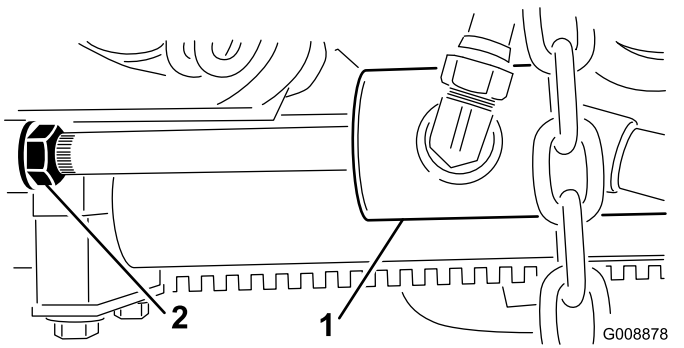

Bild 27
- Drehen Sie die die Klemmutter am Zylinder heraus (Bild 27).